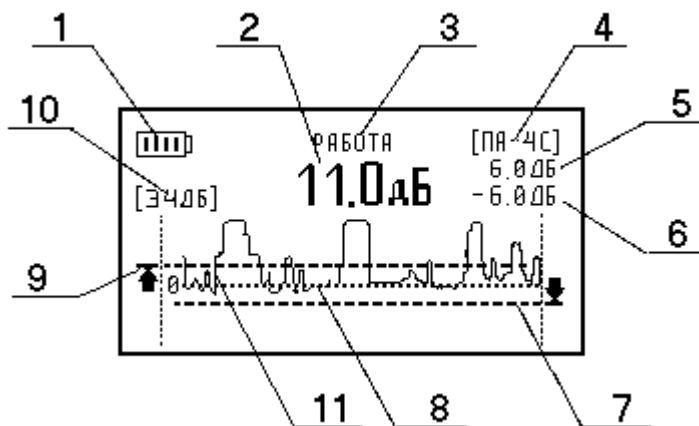

Рис.4.1 Органы индикации дисплея:
4.4 Включить дефектоскоп, нажав кнопку «Φ» ПИТАНИЕ. При этом должен засветиться дисплей. Расположение органов индикации на экране дисплея показано на рис.4.1.
4.6 Если звука по п.4.5 нет, проверить наличие аккумуляторов в отсеке для размещения элементов питания электронного блока. Если звук слышен, но индикатор заряда (рис.4.1, поз.1) сигнализирует о разряде аккумуляторов, то подзарядить их по п.4.9 или заменить разрядившуюся батарею новой.
4.8.1 Индикатор заряда (рис.4.1, поз.1) служит для контроля разряда элементов питания. Количество вертикальных полосок внутри прямоугольника показывает уровень заряда элементов питания.
4.8.2 Индикатор сигнала (рис.4.1, поз.2) показывает значение сигнала в дБ. По значениям этого индикатора можно судить о наличии дефекта.
4.8.3 Индикатор режима работы (рис.4.1, поз.3) служит для отображения режима работы дефектоскопа:
4.8.4 Индикатор типа преобразователя (рис.4.1, поз.4) отображает определяемый автоматически тип подключенного к электронному блоку преобразователя. При отключенном преобразователе индикатор отображает «...».
4.8.5 Индикатор верхнего порога (рис.4.1, поз.5) предназначен для отображения значения верхнего порога АСД.
4.8.6 Индикатор нижнего порога (рис.4.1, поз.6) предназначен для отображения значения нижнего порога АСД.
4.8.7 Линия нижнего порога (рис.4.1, поз.7) используется для визуализации значения нижнего порога АСД.
4.8.8 Линия нулевого уровня (рис.4.1, поз.8) определяет уровень, относительно которого отсчитывается значение сигнала (рис.4.1, поз.2). Этот уровень настраивается в режиме работы «КОМПЕНСАЦИЯ».
4.8.9 Линия верхнего порога (рис.4.1, поз.9) используется для визуализации значения верхнего порога АСД.
4.8.10 Индикатор масштаба (рис.4.1, поз.10) предназначен для отображения значения масштаба. Масштаб – это максимальное значение сигнала, выводимое на осциллограмме сигнала (рис.4.1, поз.11).
4.8.11 Осциллограмма сигнала (рис.4.1, поз.11) графически отображает сигнал на дисплее.
4.9.1 Проверка уровня заряда аккумуляторов осуществляется по индикатору заряда (рис.4.1, поз.1). При необходимости подзарядки аккумуляторов вынуть их и вставить в зарядное устройство, входящее в комплект поставки дефектоскопа или аналогичное. Включить устройство в сеть переменного тока напряжением 220 В. В случае полного разряда аккумуляторов время заряда составляет около 16 часов.
5.4.1 Установка режима работы (рис.4.1, поз.3) осуществляется нажатием кнопки «» ВВОД. Переключение режимов работы осуществляется циклически: «РАБОТА» – «ВЕРХНИЙ ПОРОГ» – «НИЖНИЙ ПОРОГ» – «КОМПЕНСАЦИЯ».
5.6.2 Кнопкой «» ВВОД установить режим работы (рис.4.1, поз.3) «ВЕРХНИЙ ПОРОГ» по п.5.4.1.
При этом на дисплее изменяется значение индикатора верхнего порога (рис.4.1, поз.5) и положение линии верхнего порога (рис.4.1, поз.9).
Если значение верхнего порога превысит установленное значение масштаба (рис.4.1, поз.10), то стрелка в левой части дисплея станет сдвоенной. Это означает, что линия верхнего порога находится за пределами дисплея.
5.6.4 Кнопкой «» ВВОД установить режим работы (рис.4.1, поз.3) «РАБОТА» по п.5.4.1.
5.7.2 Кнопкой «» ВВОД установить режим работы (рис.4.1, поз.3) «НИЖНИЙ ПОРОГ» по п.5.4.1.
При этом на дисплее изменяется значение индикатора нижнего порога (рис.4.1, поз.6) и положение линии нижнего порога (рис.4.1, поз.7).
Если значение нижнего порога превысит установленное значение масштаба (рис.4.1, поз.10), то стрелка в правой части дисплея станет сдвоенной. Это означает, что линия нижнего порога находится за пределами дисплея.
5.7.4 Кнопкой «» ВВОД установить режим работы (рис.4.1, поз.3) «РАБОТА» по п.5.4.1.
5.8.2 Кнопкой «» ВВОД установить режим работы (рис.4.1, поз.3) «КОМПЕНСАЦИЯ» по п.5.4.1.
5.8.3 Установить преобразователь в бездефектной зоне контролируемого объекта. Перемещать преобразователь в бездефектной зоне до тех пор, пока сигнал не будет скомпенсирован до нулевого уровня. При этом сигнал на осциллограмме в пределах всего дисплея должен располагаться у линии нулевого уровня (рис.4.1, поз.8) и значения индикатора сигнала (рис.4.1, поз.2) должны быть равными нулю.
5.8.4 Кнопкой «» ВВОД установить режим работы (рис.4.1, поз.3) «РАБОТА» по п.5.4.1.